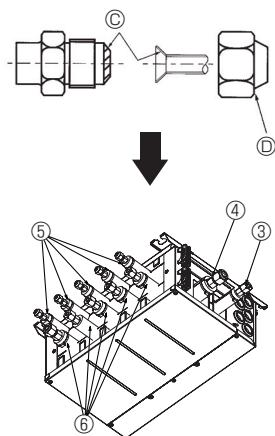

Fig. 7-2
- ① Påfør kølemiddellole på hele overfladen (Fig. 7-2) af det koniske sæde.
- ② Anvend de koniske møtrikker, der er monteret på huset (almindeligt tilgængelige koniske møtrikker kan revne).